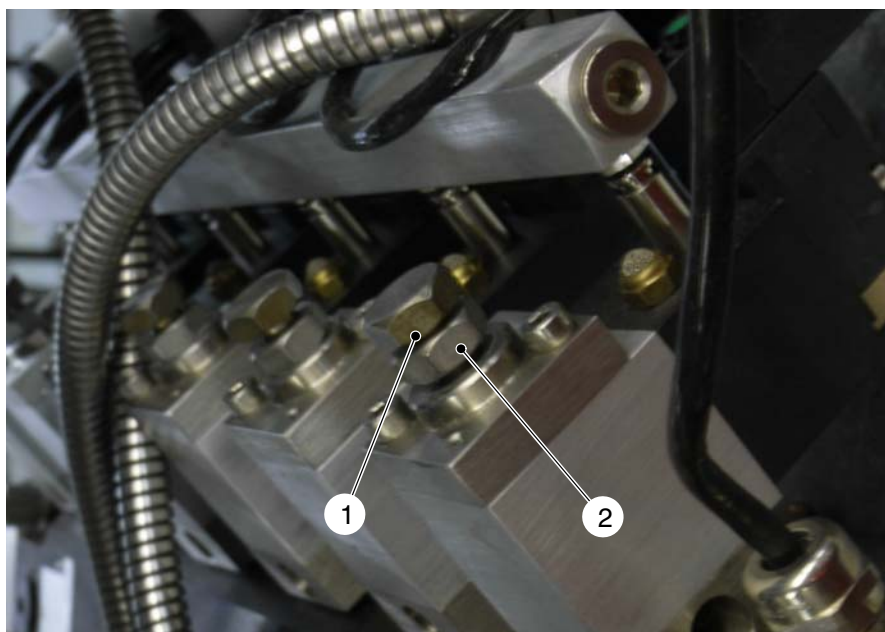

Fig. 4-2
O caudal do material é regulado mediante o ajuste do curso da agulha (1, Fig. 4-2). Mediante ajustes diferentes do curso da agulha do bico das peças de comando, é possível corrigir a distribuição de material.
2. Para esta peça de comando, desapertar a contra porca (2, Fig. 4-2) do ajuste do curso da agulha.
9. Apertar novamente a contra porca (2, Fig. 4-2) do ajuste do curso da agulha.